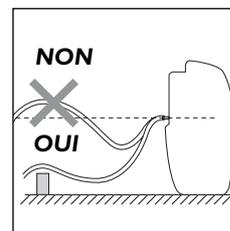

fig. 3
- Le tuyau ne doit pas dépasser la hauteur de l'embout (Fig. 3) autrement l'eau restera dans le réservoir. Assurez-vous également que le tuyau ne présente pas d'étranglements.